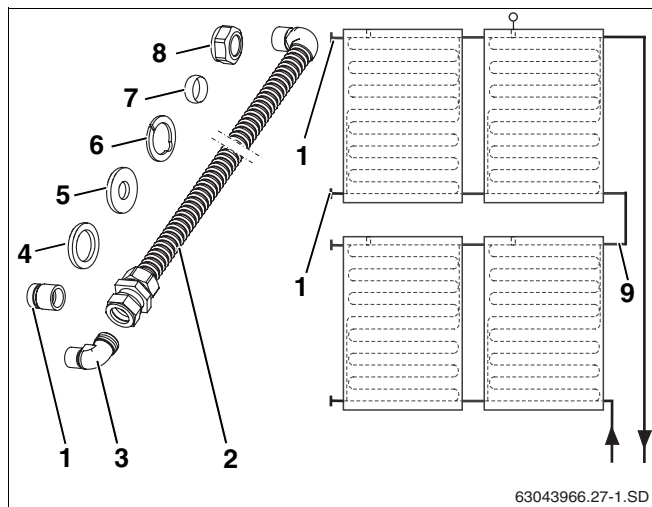

Fig. 38 Representación esquemática y volumen de suministro
El juego de conexión (fig. 38, **pos. 9**) para realizar la unión entre dos filas de colectores puede adquirirse como accesorio.
Volumen de suministro (fig. 38)
Cierre las conexiones del colector innecesarias (fig. 38, **pos. 1**, véase cap. 6.1.2 "Montaje de las caperuzas de cierre", pág. 22) con las caperuzas de cierre.